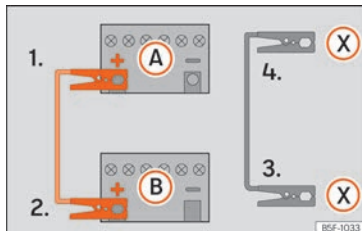

Abb. 55 Anschlusschema für Fahrzeuge mit Start-Stopp-System.
- 4b. Bei Fahrzeugen mit Start-Stopp-System: ein Ende des schwarzen Starthilfekabels (X) an einen geeigneten Masseanschluss, ein massives, fest mit dem Motorblock verschraubtes Metallteil oder an den Motorblock selbst anklammern » » **Abb. 55**.
5. Klemmen Sie das andere Ende des schwarzen Starthilfekabels (X) im Fahrzeug mit der entladenen Batterie an ein mit dem Motorblock verschraubtes, massives Metallteil oder an den Motorblock selbst, aber so weit wie möglich von der Batterie (A) entfernt an.